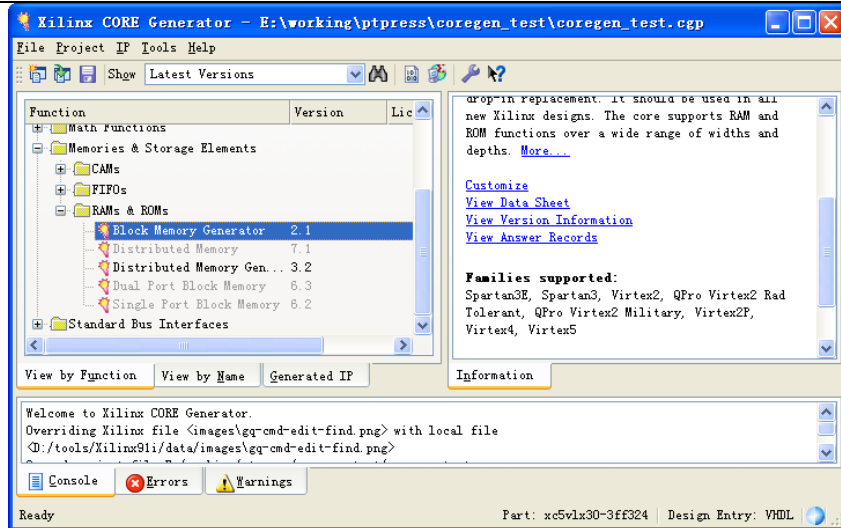

图 2.70 生成 BLOCK RAM 模块
(1) 可以用 CORE Generator 生成 BLOCK RAM，也可以使用推论 RAM 的方法，这里介绍使用 BLOCK RAM 的方法。
(2) 启动 CORE Generator，打开已有项目，如图 2.70 所示。